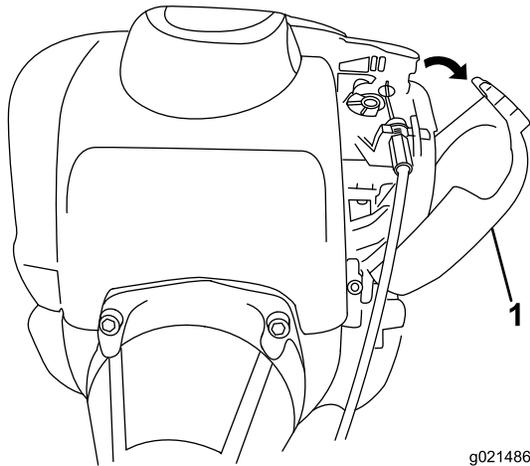

Figura 25
3. Desenganche y retire la tapa del limpiador de aire (Figura 25).